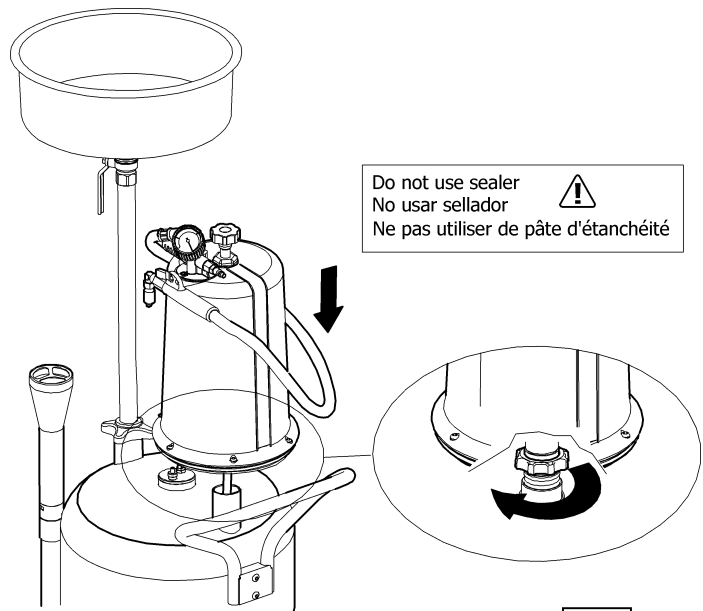

Fig. 4
(E) Mount the inspection chamber if supplied, tightening it securely to the flange. Align the chamber as shown in figure 4.
(FR) Monter le bol de pré-vidange à l'aide de la bride. Tourner le viseur comme il est indiqué sur la fig.4